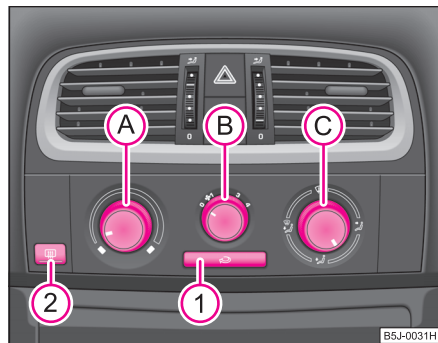

Fig. 81 Încălzirea:
- Rotiți regulatorul rotativ (A) ⇒ fig. 81 spre dreapta pentru a mări temperatura.
- Rotiți regulatorul rotativ (A) spre stânga pentru a reduce temperatura.
- Regulatorul rotativ **(A)** ⇒ pagina 90, fig. 81 spre dreapta până la limită,
- Regulatorul rotativ **(A)** ⇒ pagina 90, fig. 81 spre stânga până la limită
- Apăsați tasta , simbolul din tastă  se aprinde → pagina 90, fig. 81.
Când regulatorul **C** se află în poziția  ⇒ pagina 90, fig. 81, recircularea aerului este oprită automat. Prin apăsarea repetată a tastei  puteți porni recircularea aerului și în această poziție.
Admisia aerului prin fiecare gură de ventilație se reglează de la regulatorul **C** ⇒ pagina 90, fig. 81. Gurile de ventilație 3 și 4 se pot deschide și închide separat.
Prin gurile de ventilație deschise este admis aer încălzit sau rece, în funcție de poziția regulatorului **A** ⇒ pagina 90, fig. 81 și de condițiile climatice. ■